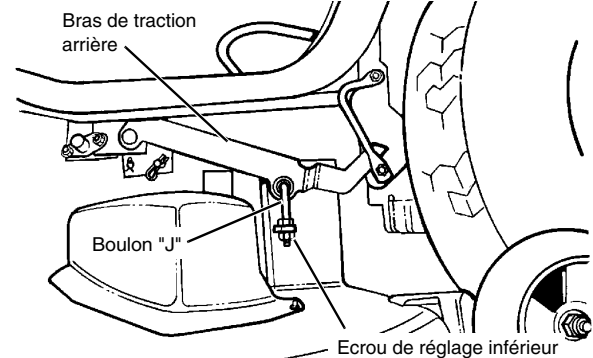

FIGURE 31
- Avec une clé de 15 mm, desserrer d'environ un tour l'écrou de blocage du haut sur le boulon "J" de gauche faisant face à l'intérieur de la tondeuse (voir FIGURE 31).